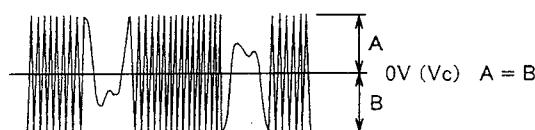

Fig. 6-5
13. Adjust R161 (T-MG) so that the oscilloscope's tracking error waveform (approx. 2 Vp-p) (Fig. 6-5) deflects with Vc being the center.
13. オシロスコープのトラッキング・エラー波形(約2Vp-p)がVcを中心にはじめに振れるようにR161 (T-MG) を調整する。(図6-5)
15. オシロスコープのトラッキング・エラー波形(約2Vp-p)がVcを中心にはじめに振れるようにR166 (EF) を調整する。(図6-5)
7. Adjust R162 (T-MP) so that the oscilloscope's tracking error waveform (approx. 2 Vp-p) (Fig. 6-5) deflects with  $V_c$  being the center.
17. Adjust R163 (T-Pt) so that the oscilloscope's tracking error waveform (approx. 2 Vp-p) (Fig. 6-5) deflects with  $V_c$  being the center.
7. オシロスコープのトラッキング・エラー波形(約2Vp-p)が $V_c$ を中心に振れるようにR162 (T-MP)を調整する。(図6-5)
17. オシロスコープのトラッキング・エラー波形(約2Vp-p)が $V_c$ を中心に振れるようにR163 (T-Pt)を調整する。(図6-5)